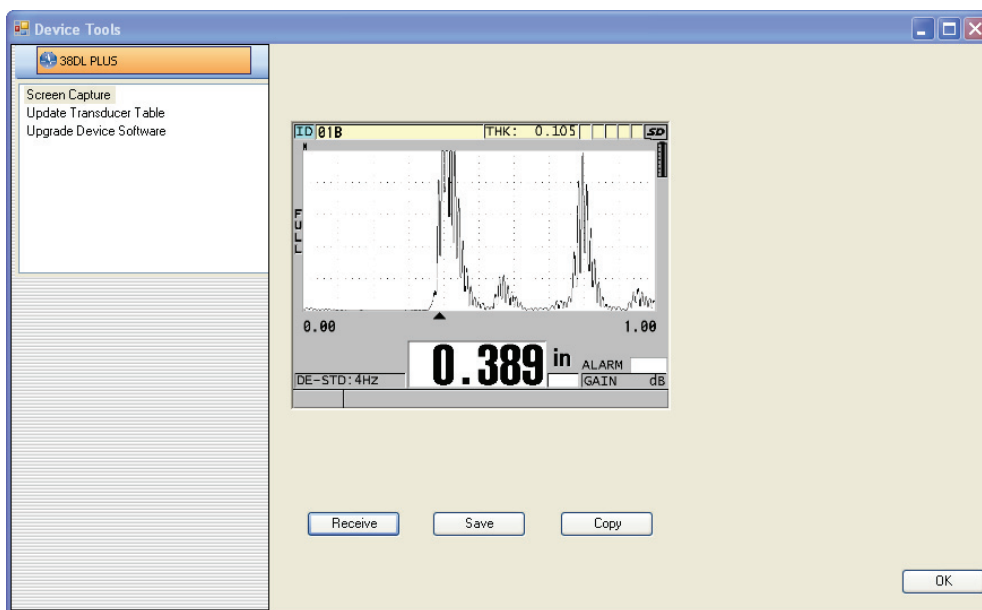

图 14-8 带有屏幕截图的设备工具对话框
- 在 **Device Tools**（设备工具）对话框中（参见第 227 页的图 14-8），选择 **Screen Capture**（屏幕截图），随后点击 **Receive**（接收）。